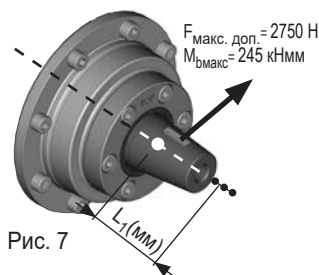

Рис. 7
- Возникшая в результате натяжения ремня сила в точке приложения (середина конуса вала, см. рис. 7) не должна превышать $F_{\text{макс. доп.}} = 2750 \text{ Н}$.
- Если точка приложения силы смещается вперед (см. рис. 7, маленькие точки), сила $F_{\text{макс. доп.}}$ уменьшается по следующей формуле: